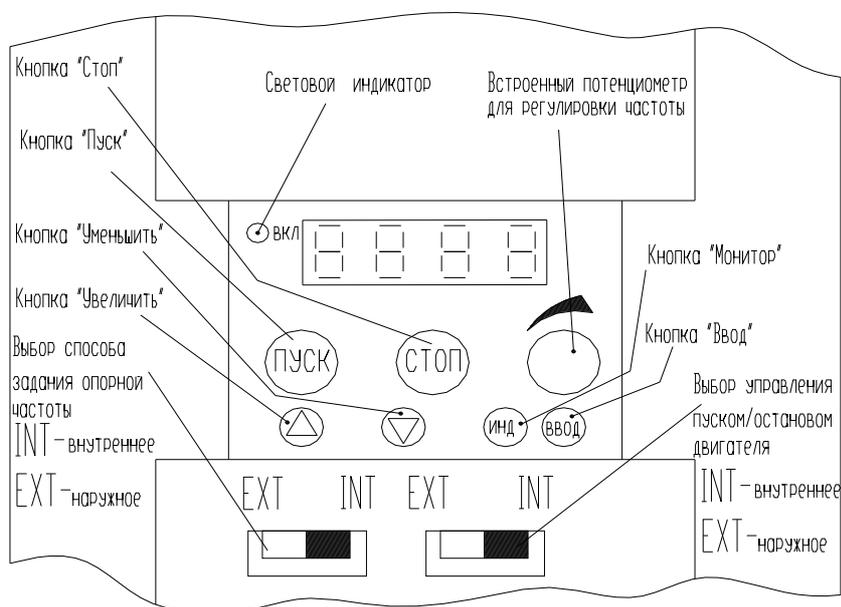

Рис.6
**5.2.2** Сепаратор в исполнении 291СЭ-А-00.000 управляется с помощью кнопок «Пуск», «Стоп» и «Аварийная остановка». Перечисленные кнопки расположены на боковой дверце сепаратора, а их внешний вид приведен на рис.6.